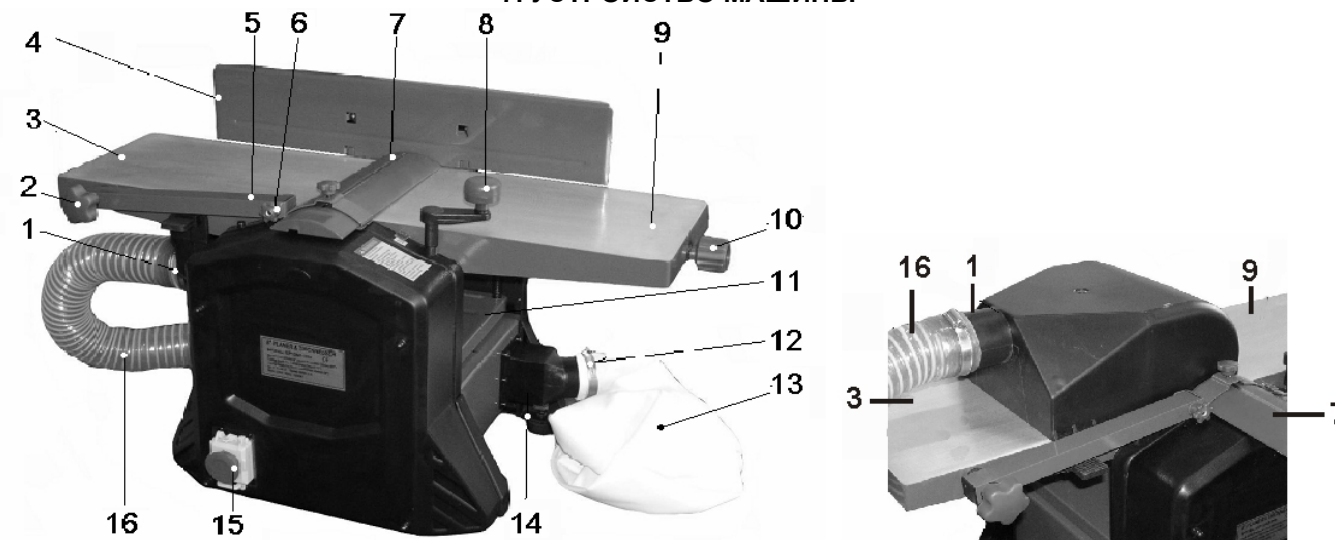

Рис. 2
8.2. Для включения нажмите и сдвиньте вверх красную крышку (20) магнитного пускателя (15). Откройте крышку (19), нажмите на зелёную кнопку (17).
**Примечание:** Машина оснащена концевыми выключателями, поэтому электродвигатель включится только при условии, если установлен патрубок пылесборника (1), Рис. 2, 3.
8.3. Для выключения нажмите на красную кнопку (18). Для аварийного выключения нажмите на красную крышку (20).
### 9.1. Установка машины (Рис. 2)
9.2.1. Как показано на Рис.2, установите и закрепите направляющую планку (4), выкрутите два болта (24), через отверстия (23) регулирующего устройства (22) закрепите направляющую планку (4) на приёмном столе (3).
Демонтируйте направляющую планку (4), выполните пункт 9.2.1 в обратном порядке. Установите и зафиксируйте клипсами (27) в специальных гнездах на приёмном столе (3) пылесборник (1), Рис.3.8. Как показано на Рис.2, установите ручку (8) для перемещения рабочего стола (11), Рис.2,7.
**Внимание: Ручка (8) не закрепляется, поэтому устанавливается на момент непосредственной регулировки высоты рабочего стола (11). Выполнение любых операций на машине производится со снятой ручкой (8), Рис. 2, 9,11.**
9.2.4. При использовании встроенной системы отвода и сбора стружки и древесной пыли патрубком пылесборника (1) соедините гибким шлангом (16) с патрубком (36). Закрепите гибкий шланг (16) хомутами (см. комплектность). Для сбора стружки и древесной пыли на патрубке (35) установите и хомутом (12) закрепите пылесборный мешок (13), Рис. 2,3,9.
11.6. Переоборудуйте машину для выполнения строгания в размер по высоте (рейсмус) (см. пункт 9.2.3.). Ручкой (8), Рис.2, по шкале (28) установите рабочий стол (11), Рис.8, в положение, соответствующее максимально толстому участку заготовки, после чего установите глубину строгания.
Демонтируйте направляющую планку (4), переместите защитную планку (7), Рис.2, снимите патрубок пылесборника (1), Рис.3.